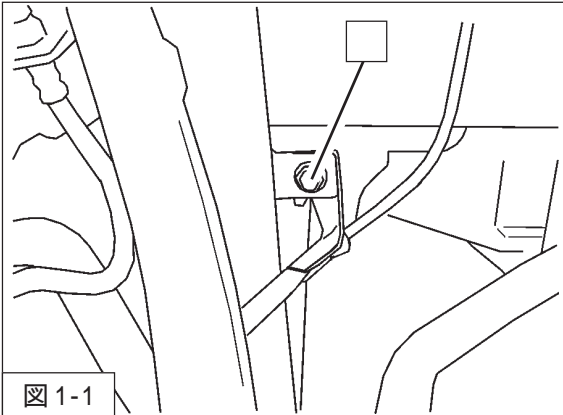

図 1-1
2. ABSセンサーハネス取付ボルトを取外してください。(図1-1)